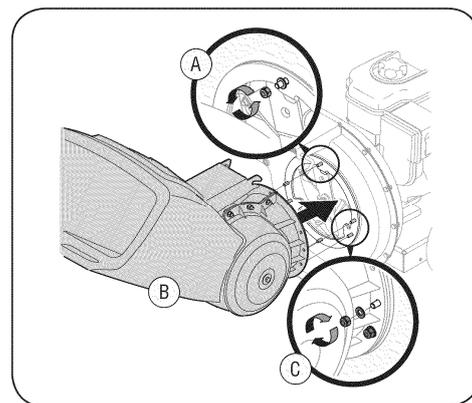

Рис.1
1. Снимите шесть гаек и прокладки с приваренных шпилек на корпусе рабочего колеса. Не удаляйте опорную пластину (смотри рисунок 1)